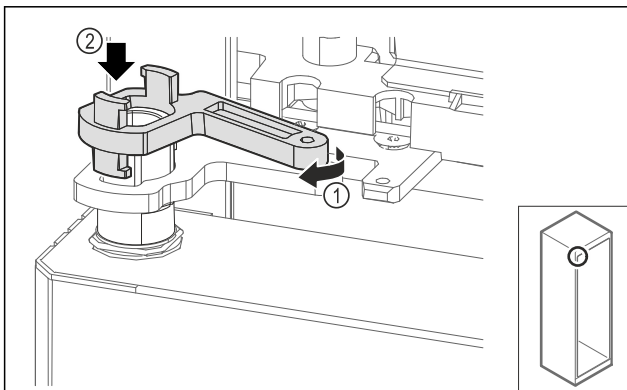

Fig. 70
- Grieziet mazliet gultņa balsta fiksatoru Fig. 70 (1) un uzlieciet uz čaulas Fig. 70 (2).